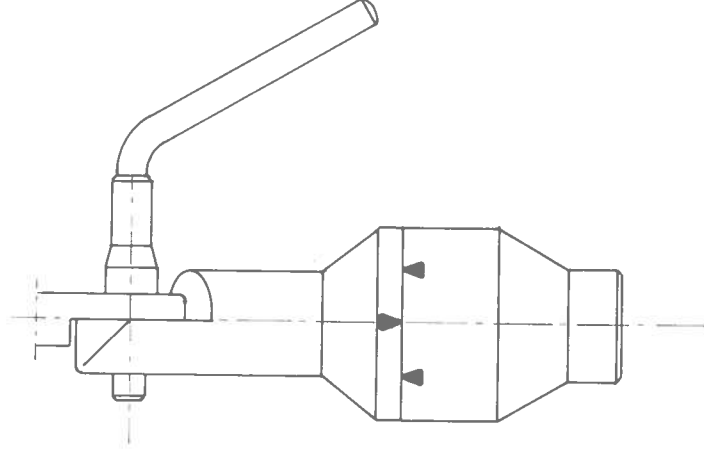

FIG.131 Repères de virement de bord
- 3° Tracer l'axe du support de girouette sur la partie cylindrique du tourillon (fig. 131) au crayon feutre.